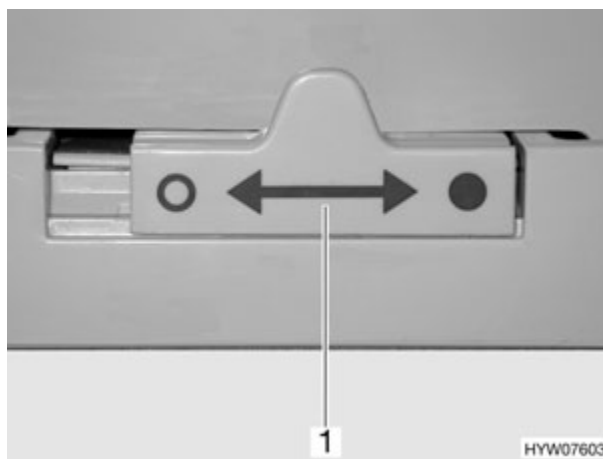

Fig. 126 Dispositif de verrouillage de la porte du réfrigérateur (variante 4)
- Pousser le dispositif de verrouillage (Fig. 126,1) vers la gauche "○".
- Pousser le dispositif de verrouillage (Fig. 126,1) complètement vers la droite "●".